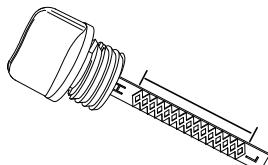

Figura 2-9. Rango de funcionamiento seguro
- Consulte la Figura 2-9. Saque la varilla y compruebe que el nivel de aceite se encuentra dentro del rango de funcionamiento seguro.